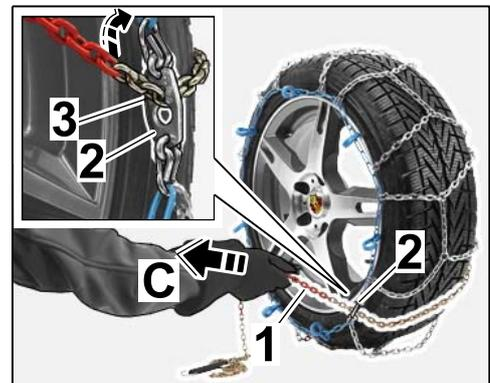

Figura 9
2.2.4 Cerrar la holgura de la cadena tensora con la placa de cierre (⇒ *Figura 9-C-*).
Enganchar el eslabón de la cadena tensora en la ranura de la placa de cierre (⇒ *Figura 9-D-*).